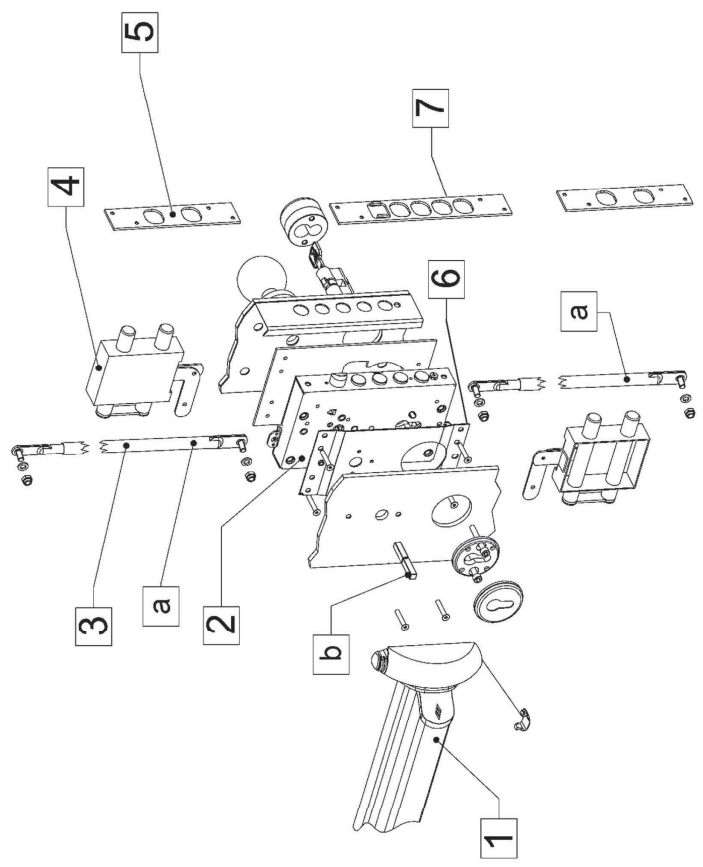
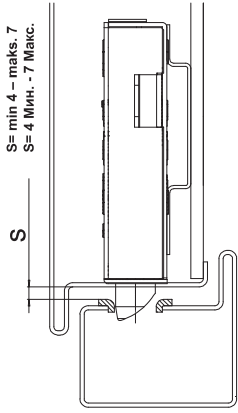

FIG. 7
FIG. 7A
- Effectuer l'installation du système de fermeture (serrure, déviateurs, tiges, etc.) selon le schéma de la Fig. 7.
Remarque : marquage CE conformément à la norme EN 1125:2008 et au règlement européen établissant des conditions harmonisées de commercialisation pour les produits de construction. 2011/305/EU conformément à la norme EN 179:2008 pour les sorties d'urgence, doit être composé et installé avec les articles prévus par CISA (Fig. 10 et/ou Fig. 11) et vérifier qu'il y ait un jeu minimum de 4 mm entre la serrure et le contreplaqué (voir Fig. 7a dans le paragraphe : installation comme poignée antipanique).
Advertencia: El kit producto (sistema de cierre + barra antipánico) con marca CE, en conformidad con la norma EN 1125:2008 y al Reglamento (UE) n.º 305/2011, que fija condiciones armonizadas para la comercialización de los productos destinados a la construcción, debe estar compuesto e instalado con los artículos previstos por CISA (Fig. 7); verifique que haya un juego min. de 4 mm entre la cerradura y la contraplaca (Fig. 7a).
KIT PRODUCTO (Fig. 7)
- Instale el sistema de cierre (cerradura, desviadores, varillas, etc.) según el esquema de la Fig. 7.
Advertencia: con marca CE, en conformidad con la norma EN 1125:2008 y al Reglamento (UE) n.º 305/2011, que fija condiciones armonizadas para la comercialización de los productos destinados a la construcción y en conformidad con la norma EN 179:2008 para las salidas de emergencia, debe estar compuesto e instalado con los artículos previstos por CISA (Fig. 10 y/o Fig. 11); verifique que haya un juego min. de 4 mm entre la cerradura y la contraplaca (véase la Fig. 7a, párrafo: Instalación con barra antipánico).